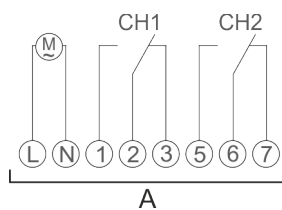

Fig. 5: Koblingsskjema
3. Koble til kanalutvidelsen i henhold til koblingsskjema (Fig. 5).